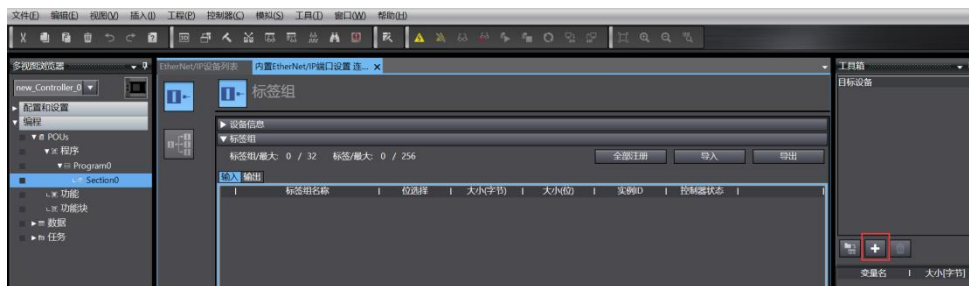
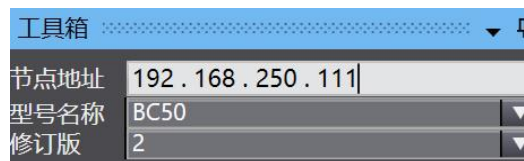

Fig 87. PLC EIP-添加目标设备
Fig 88. PLC EIP-设置目标设备信息
4. 点击右侧的添加目标设备（见 Fig 87），在右侧的工具箱中，设置节点地址：192.168.250.111（BC50 设备的 IP 地址），型号名称：BC50，修订版：2，如图 88。